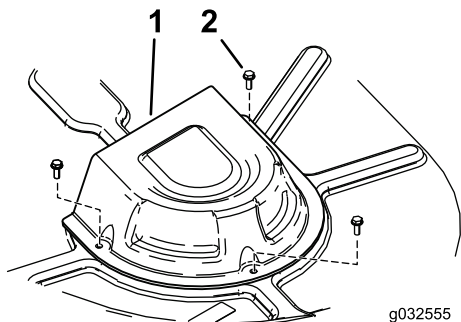

Figura 70
4. Retire as coberturas da polia (Figura 70).